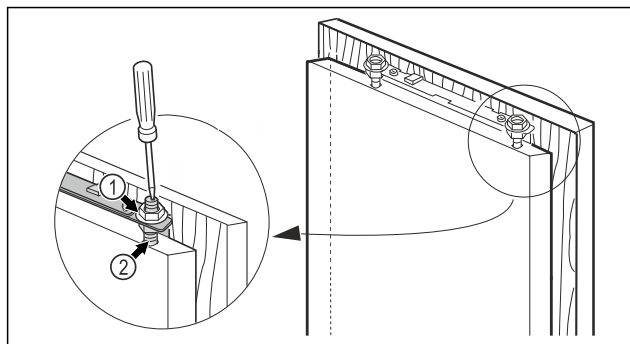

Fig. 48
- ▶ Pritegnite protumatice Fig. 48 (1) imbus ključem veličine 13, pritom odvijačem pridržavajte svornjak za namještanje Fig. 48 (2).